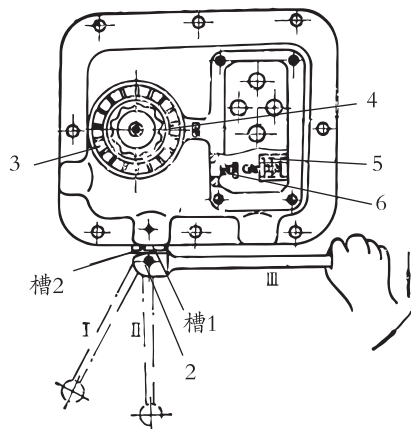

图 2-40 主轴变速操作
2) 主轴变速操作。变换主轴转速时,手握变速手柄球部,将变速操纵手柄1下压,使手柄的榫块从固定环2的槽1内脱出,再将手柄外拉,使手柄的榫块落入固定环2的槽2内,手柄处于脱开位置 I。然后转动转速盘3,使所需要的转速数对准指针4,再接合手柄。接合变速操纵手柄时,将手柄下压并较快地推到位置 II,使冲动开关6瞬时接通电动机瞬时转动,以利于变速齿轮啮合,再由位置 II 慢速继续将手柄推到位置 III,使手柄的榫块落入环固定2的槽1内,变速终止,用手按“起动”按钮,主轴就获得要求的转速(见图2-40)。转速盘3上有30~1500转/分共18种转速。